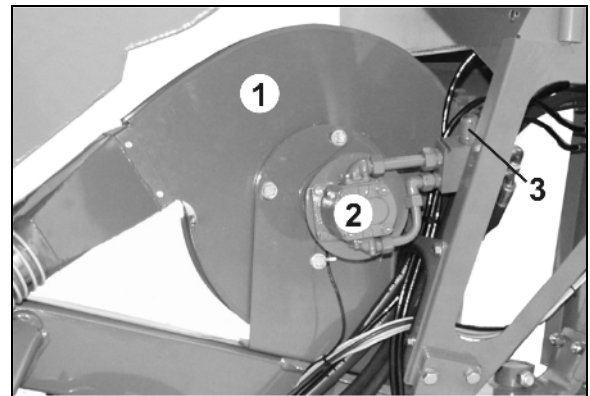

Bild 28
Hydraulmotorn (Bild 28/2) driver fläkten (Bild 28/1) och skapar en luftström. Luftströmmen matar ut utsädet från injektorslussen till skivbillarna.
- med hydraulmotorns tryckbegränsningsventil (Bild 28/3).